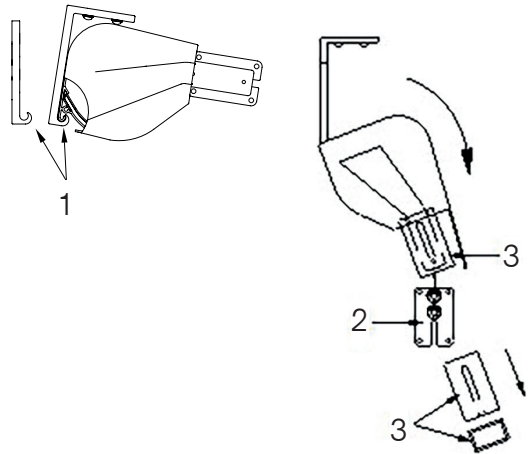

Abb. 20: Montage Markisenkasten
Legen Sie Pappe o.ä. auf den Boden unter die Führungsschienen (1 – Abb. 20)
- » Schieben Sie die Führungsschienen gleichmäßig bis zur Hälfte der Ausleger der Kastenseitenkappen (2 – Abb. 20) auf.